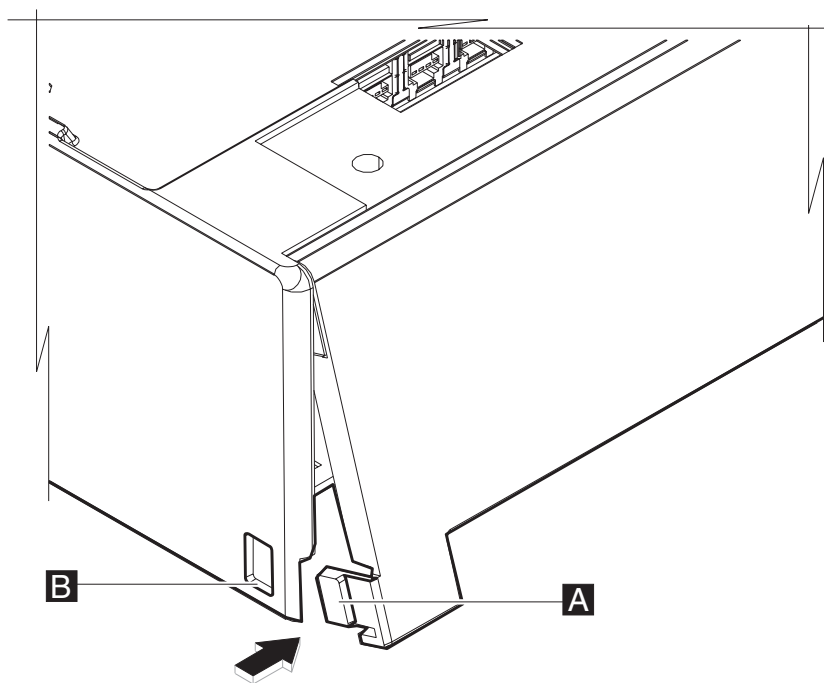

图 26. 后门下部卡口视图
3. 按下下部卡口（图 26 中的 **A**），将其插入槽（**B**）中，使其锁定到位。